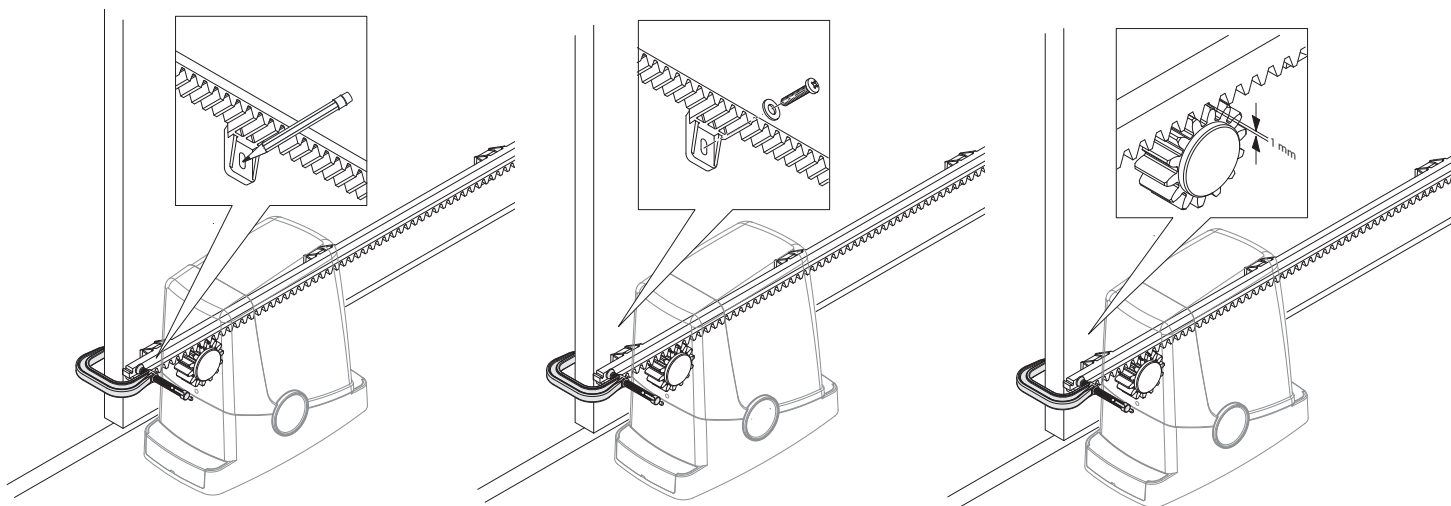

Abb. 21
- 4 - Den Torflügel schieben und das Ritzel in die Nähe des zweiten Befestigungsstegs bringen. Dabei muss ebenfalls ein Freiraum von 1 mm zwischen Getriebe und Zahnstange bleiben (Abb.21).